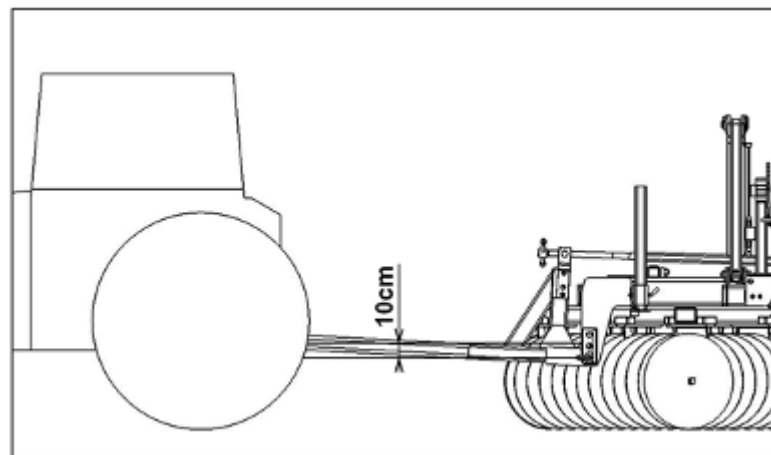

Рисунок 16.
- При работе точка сцепки с трактором должна быть приподнята примерно на 10 см относительно сцепки с дисковой бороней (рис. 16).